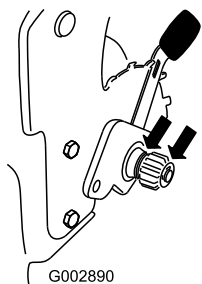

Figure 35
2. Appliquez une couche d'huile de graissage à l'intérieur et à l'extérieur des engrenages, de la manière indiquée (Figure 35).